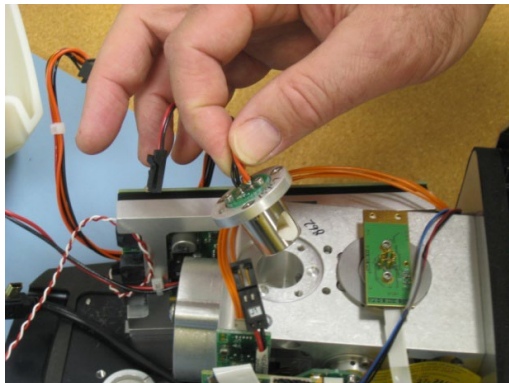

Figura 30 Extracción del montaje de la fuente.
- 7 Extraiga el montaje de la fuente del marco (consulte la Figura 30). Separe la fuente y reemplácela con el nuevo montaje de la fuente.